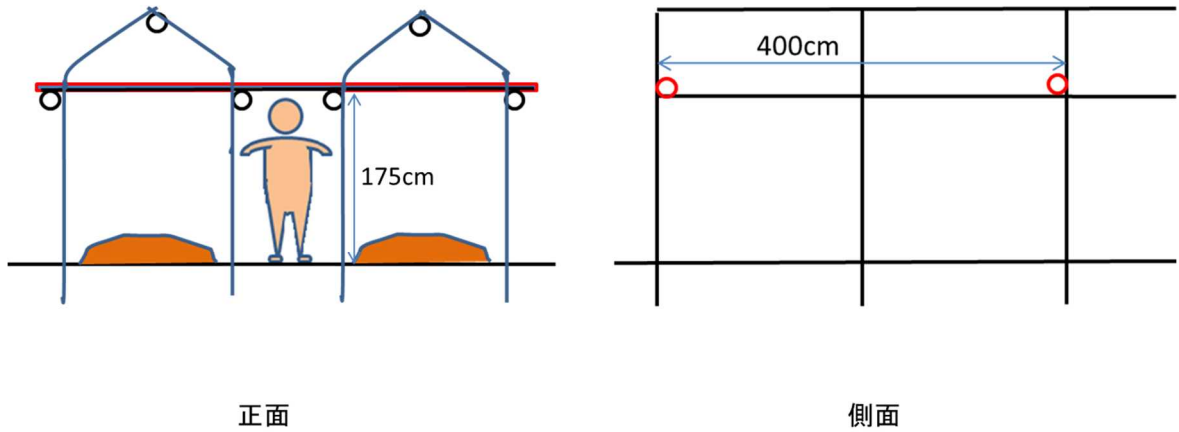

図13 アーチパイプの横方向の連結
④アーチパイプの連結（横方向）
- ・ アーチパイプを横方向に連結するために、直管パイプを4m毎に縦方向に連結している直管パイプの上を通し、クロスワンで固定する。（図13）
- ・ 横方向に連結する直管パイプを固定する位置が低いと、栽培者の頭が当たるため、当たらないように高さを調整する。（図13）